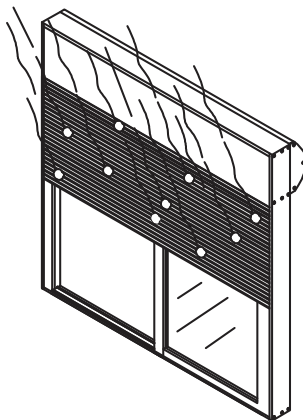

Figura 5 – Danos causados por choques mecânicos.
**b)** Danos causados a palheta devido a choques mecânicos, falta de cuidado no manuseio, fenômenos naturais, como chuvas de granizo e fenômenos estranhos, como explosões, incêndios, impactos, etc. (Figura 5).